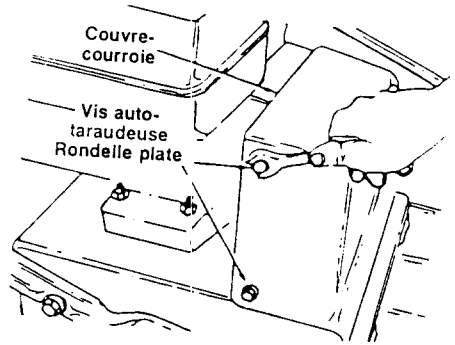

FIGURE 27
- Enlevez le couvre-courroie en plastique sur le devant du moteur en retirant les trois vis autotaraudeuses et les trois rondelles plates. Voir la figure 27.